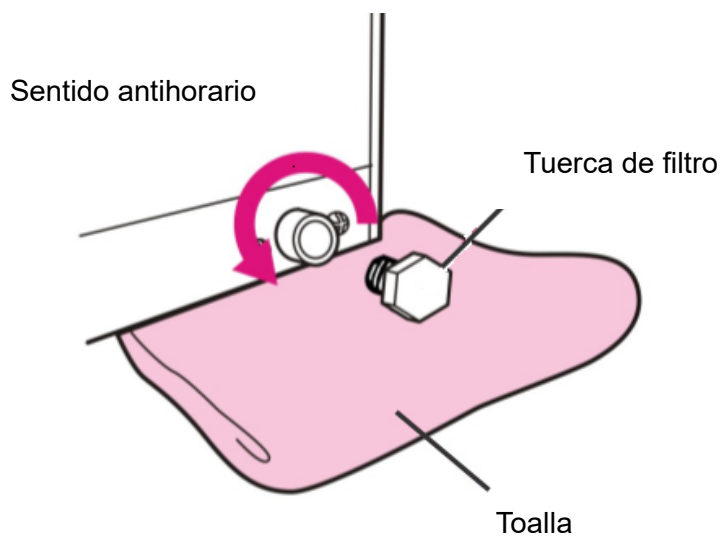
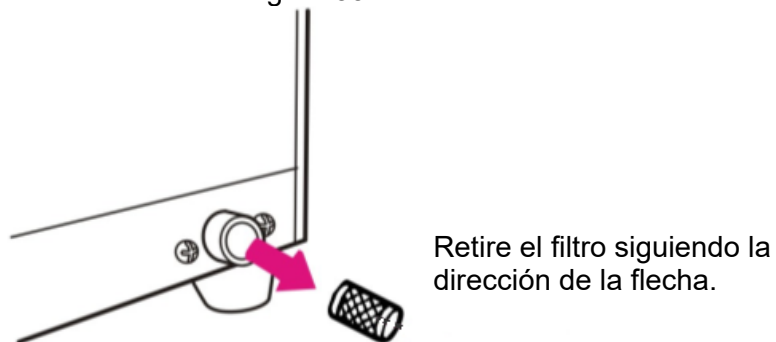

Figura 33
Figura 34
- Limpie el filtro, use una llave inglesa para destornillar la tuerca en sentido antihorario según se muestra en la Figura 33 y Figura 34.